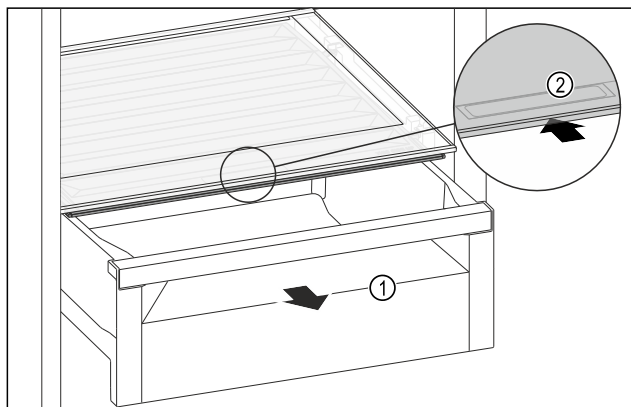

Fig. 207
- Витягніть висувний ящик Fig. 207 (1).
- Візьміться за потайну ручку Fig. 207 (2) на кришці відділення й одночасно посуньте кришку відділення назад.